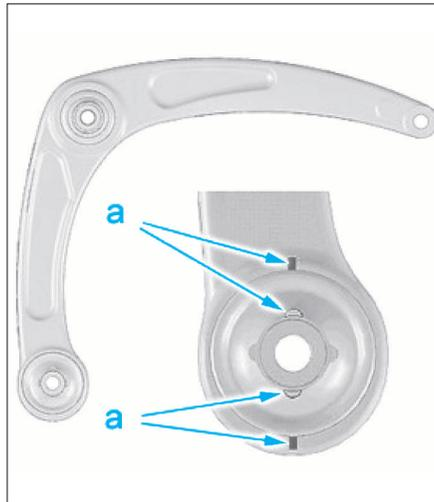

FIG. 12
- Repérer la position angulaire de l'articulation élastique arrière sur le bras inférieur de suspension (en "a") (Fig.12).